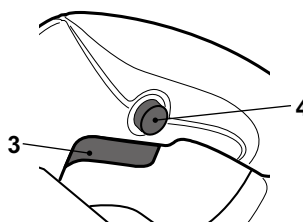

Fig. 9
- > Allumez l'appareil en appuyant sur le bouton marche/arrêt (3).
- > Éteignez l'appareil en relâchant le bouton marche/arrêt (3)(fig. 9).